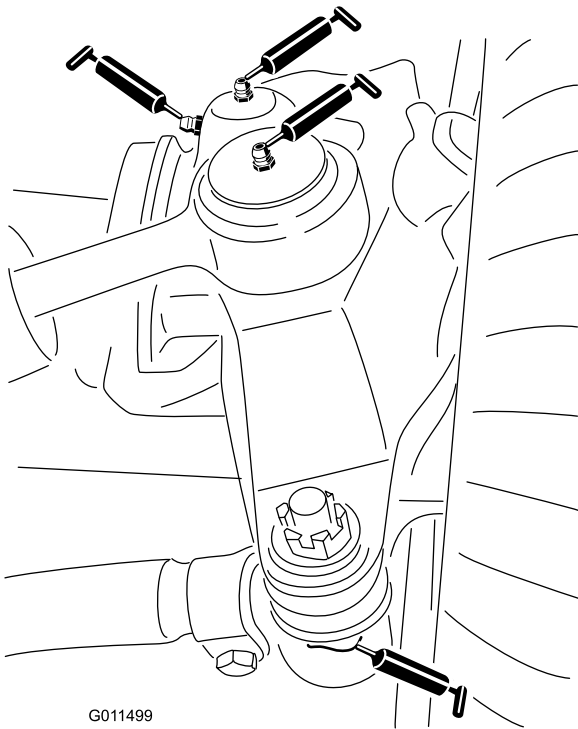

Bild 43
- Zwei Lenkzylinder-Kugelgelenke (**Bild 43**)
- Zwei Spurstangen-Kugelgelenke (**Bild 43**)
- 2 Achsschenkelbüchsen (**Bild 43**).